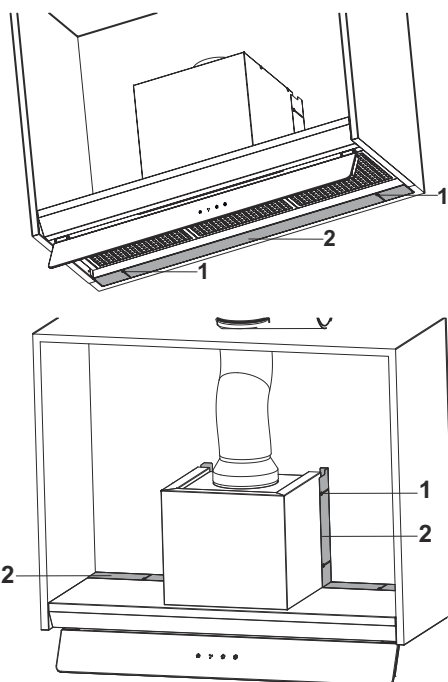

Fig. 15
4. ➔ En caso de que exista espacio entre la Campana y la superficie trasera, dicho espacio se debe llenar utilizando la placa de espacio que está montada en el aparato (Fig. 15).
Afloje los tornillos de conexión de la placa de espacio y ponga la placa de espacio pulsando hacia arriba en pared trasera. Repita este proceso para otras placas de espacio que se encuentran en la carcasa (Fig. 15).